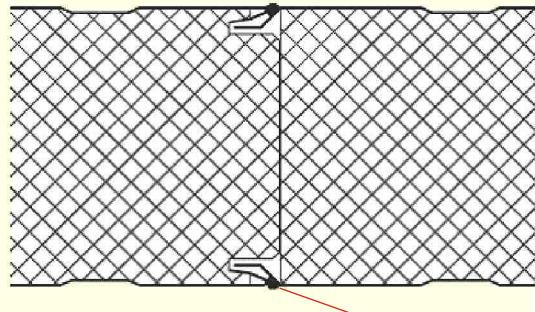

Рис. 2.
- апликация силиконовой намазки [пункт 1, рис. 2] подвергает его непосредственному воздействию атмосферных условий. После некоторого времени он подвергается старении и перестает выполнять свои функции, а в результате часто выпадает. Стык такого типа без уплотнения с наружной стороны не гарантирует плотности против воздействию атмосферных факторов. Дополнительно, после некоторого времени цвет замазки значительно отличается от остальных частей облицовки, ухудшая эстетические ценности. С внутренней стороны курника должна использоваться полиуретановая замазка. Она стойка к воздействию микроклимата при разведении птиц. Замазка с внутренней стороны панеля с пенопластом выполняет две роли: плотность против инфильтрации воздуха и водяного пара.